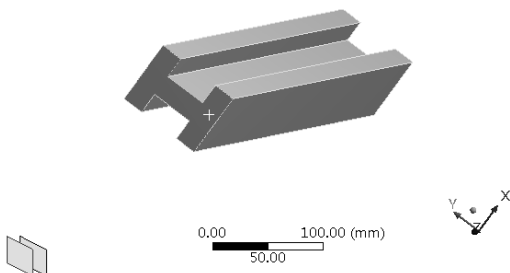
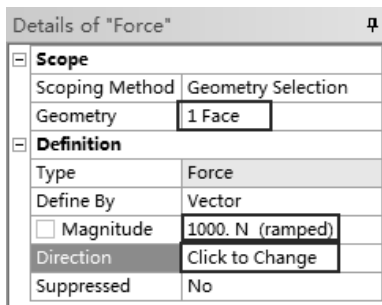
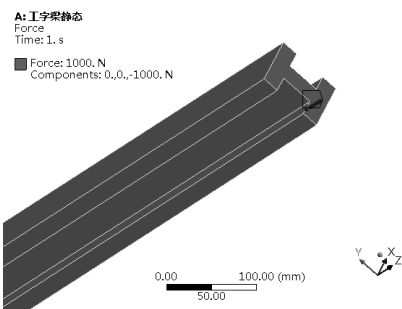

图 14-106 选择工字梁顶面
图 14-107 力载荷输入
图 14-108 力加载方向
Step5 :选择工字梁顶面 ,如图 14-106 所示。在 Details of “Force” 栏中单击 Geometry 中的 Apply 按钮 ,并在 Magnitude 中输入 1000 ,如图 14-107 所示。方向选择为向下 ,如图 14-108 所示。